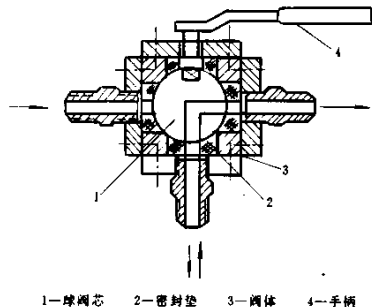

图 2-4-11 转芯三通阀构造图
(2) 转芯三通阀：用于抽真空和灌气。结构如图 2-4-11 所示。